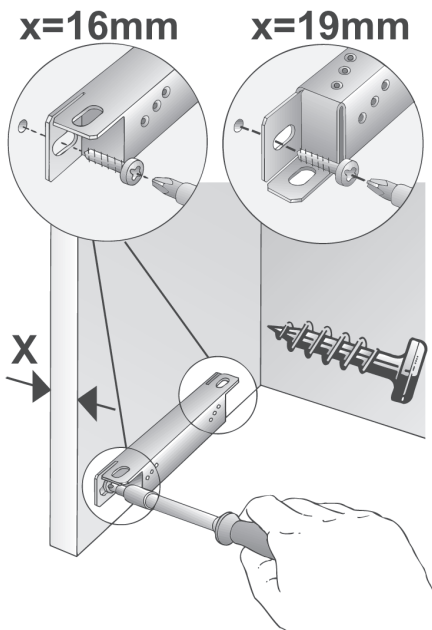

Рис. 10
3. Поднимите вытяжку в шкаф снизу и прижмите так, чтобы монтажные скобы справа и слева вошли в зацепление (рис. 10).